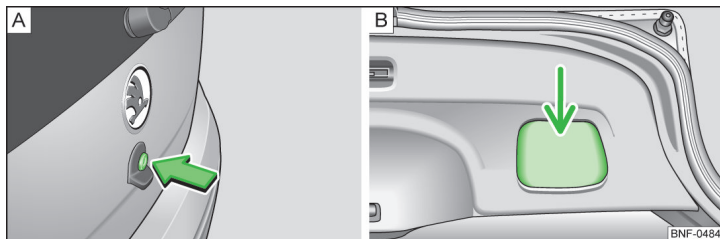

Fig. 30 Tapa de maletero
- Abra la tapa del maletero pulsando la tecla » fig. 30 - A.
- Agarre el asa empotrada » fig. 30 - B y arrastre la tapa del maletero hacia abajo.